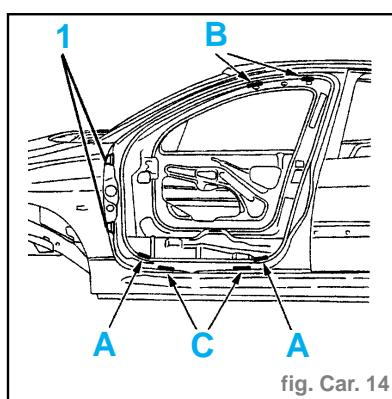

fig. Car. 14
- Positionner (fig. Car. 14) :
- les cales [2] en (A) (cote de **13 mm** vers l'extérieur).
- les cales [3] en (B) (cote de **15 mm** vers l'extérieur).